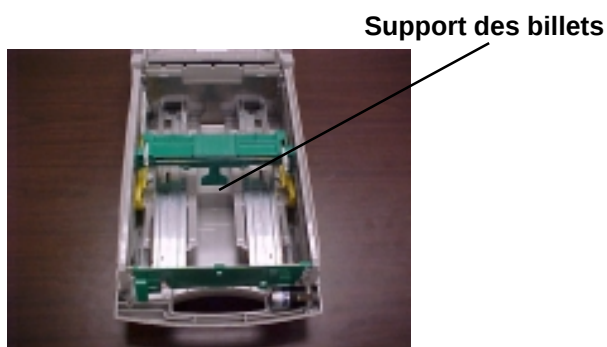
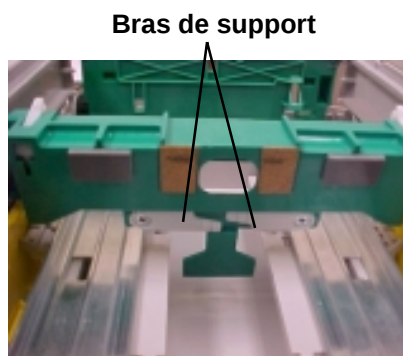

Figure 1
Figure 2
2. Consultez la figure 1. Trouvez l'ensemble de plateau à billets. Si les bras de support des billets sont en métal, il faut les déposer avant le réglage de la longueur. Si les bras de support des billets sont en plastique, assurez-vous qu'ils sont en position « Not in Use » (repliés de la façon indiquée à figure 2).